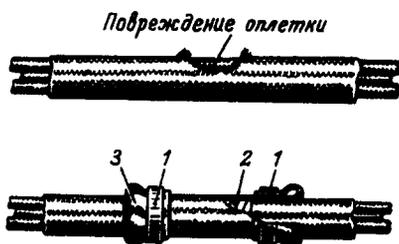

Рис. 64. Отремонтированный экран с оплеткой:
3. Заделку поврежденного экрана отрезком экранирующей оплетки увеличенного диаметра (рис. 64) проводить так: участок жгута с поврежденной оплеткой обмотать липкой целлофановой лентой; надвинуть на поврежденное место отрезок оплетки большего диаметра, выбрав его длину таким образом, чтобы он перекрывал повреждение по 20—30 мм с каждой стороны; концы отрезка оплетки плотно стянуть металлической лентой или хомутом. При заделке поврежденного экрана следить за тем, чтобы концы наложенной оплетки были акку-